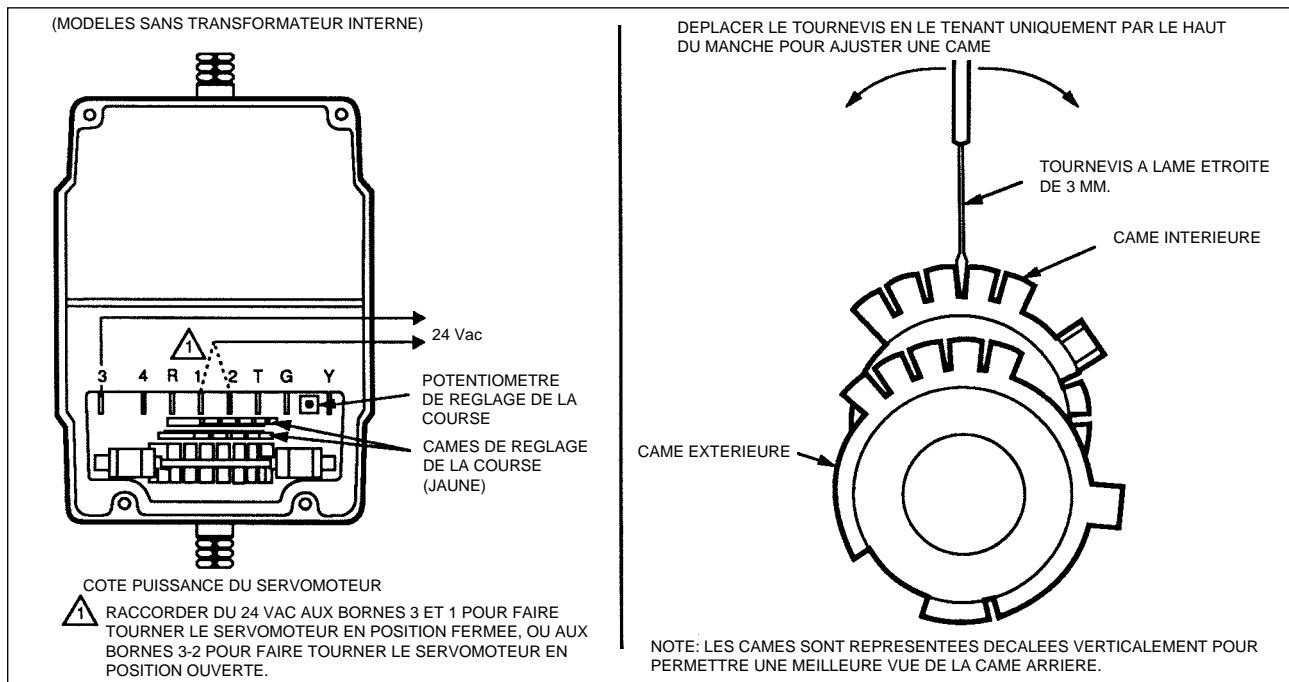
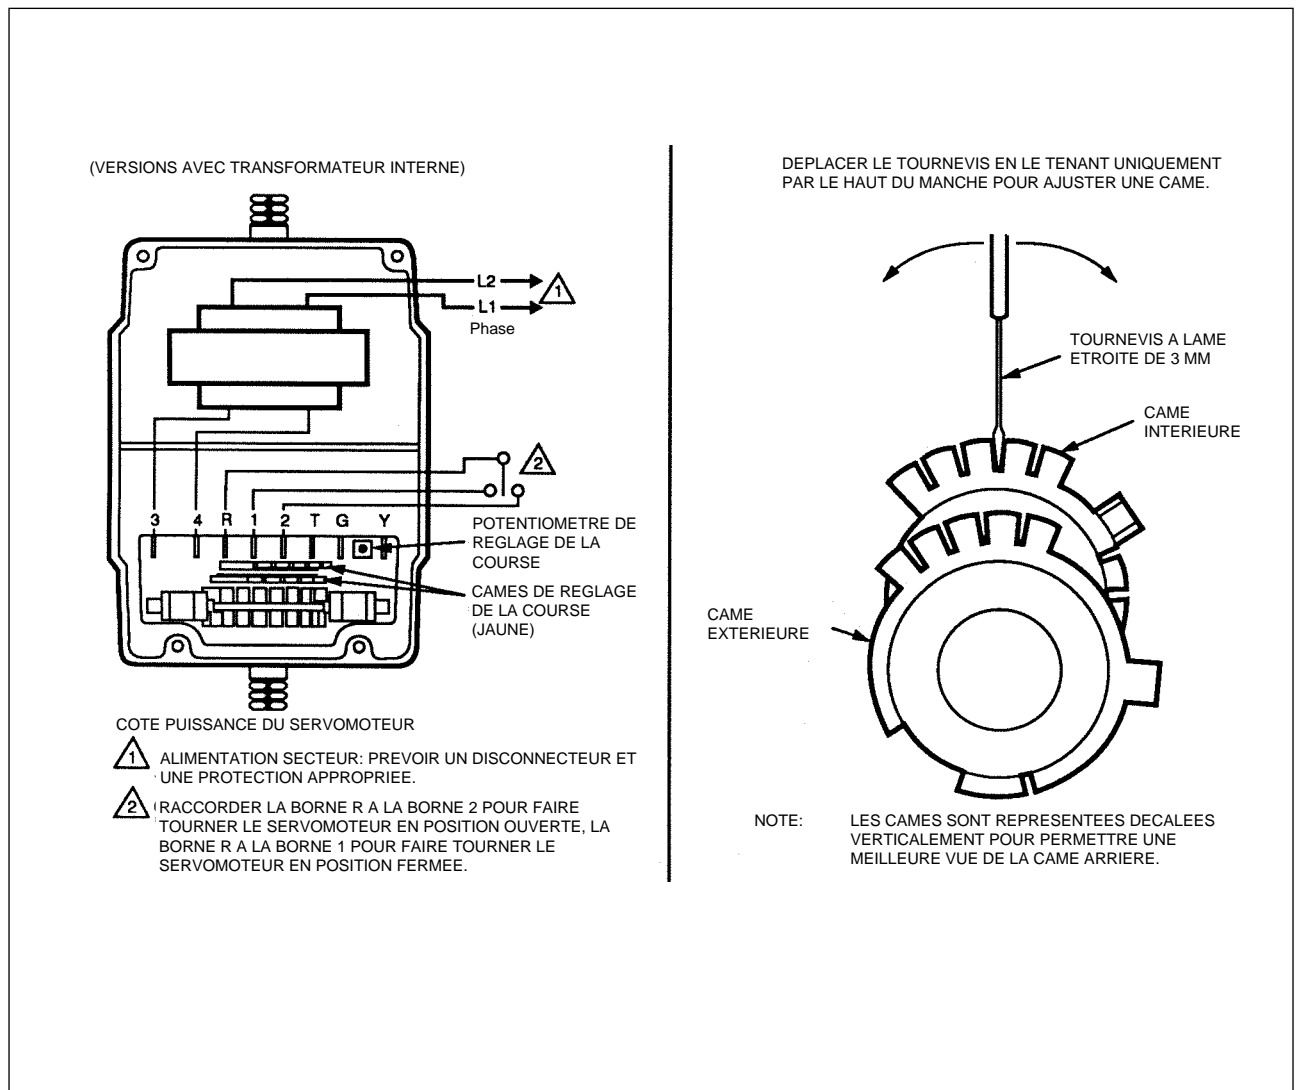

Figure 13 - Réglage de la course pour les versions sans transformateur interne
Figure 14 - Réglage de la course pour les versions avec transformateur interne
Voir figures 13,14, 15.
3. Effectuez le raccordement des versions sans transformateur interne, tel qu'indiqué en figure 13. Effectuez le raccordement des versions avec transformateur interne, tel qu'indiqué en figure 14.
- Versions sans transformateur interne - Raccorder une source d'alimentation 24 Vac aux bornes 2 et 3 du servomoteur afin de faire tourner le servomoteur dans le sens de l'ouverture (sens des aiguilles d'une montre, vu côté puissance) ou aux bornes 1 et 3 pour faire tourner le servomoteur dans le sens de la fermeture (sens inverse des aiguilles d'une montre, vu côté puissance) jusqu'à ce que le servomoteur se trouve au milieu de sa course. Voir figure 13.
- Versions avec transformateur interne. Raccorder un shunt de R à 2 pour faire tourner le servomoteur dans le sens de l'ouverture (sens des aiguilles d'une montre, vu côté puissance) ou de la borne R à 1 pour faire tourner le moteur dans le sens de la fermeture (sens inverse des aiguilles d'une montre, vu côté puissance) jusqu'à ce que le servomoteur se trouve au milieu de sa course. Voir figure 14.
servomoteur dans le sens de la fermeture (sens inverse des aiguilles d'une montre, vu côté puissance) jusqu'à ce que le servomoteur se trouve au milieu de sa course. Voir figure 13.
- Servomoteurs tension réseau - Raccorder un shunt de R à 2 pour faire tourner le servomoteur dans le sens de l'ouverture (sens des aiguilles d'une montre, vu côté puissance) ou de la borne R à 1 pour faire tourner le moteur dans le sens de la fermeture (sens inverse des aiguilles d'une montre, vu côté puissance) jusqu'à ce que le servomoteur se trouve au milieu de sa course. Voir figure 14.
- Versions avec transformateur interne - Raccorder un shunt de R à 2 pour faire tourner le servomoteur dans le sens de l'ouverture (sens des aiguilles d'une montre, vu côté puissance) ou de la borne R à 1 pour faire tourner le moteur dans le sens de la fermeture (sens inverse des aiguilles d'une montre, vu côté puissance) jusqu'à ce que le servomoteur se trouve au milieu de sa course. Voir figure 14.
- Servomoteur basse tension - Raccorder une source d'alimentation 24 Vac aux bornes 2 et 3 du servomoteur afin de faire tourner le servomoteur dans le sens de l'ouverture (sens des aiguilles d'une montre, vu côté puissance) ou aux bornes 1 et 3 pour faire tourner le servomoteur dans le sens de la fermeture (sens inverse des aiguilles d'une montre, vu côté puissance) jusqu'à ce que le servomoteur se trouve au milieu de sa course. Voir figure 13.
- Servomoteur tension réseau - Raccorder un shunt de R à 2 pour faire tourner le servomoteur dans le sens de l'ouverture (sens des aiguilles d'une montre, vu côté puissance) ou de la borne R à 1 pour faire tourner le moteur dans le sens de la fermeture (sens inverse des aiguilles d'une montre, vu côté puissance) jusqu'à ce que le servomoteur se trouve au milieu de sa course. Voir figure 14.